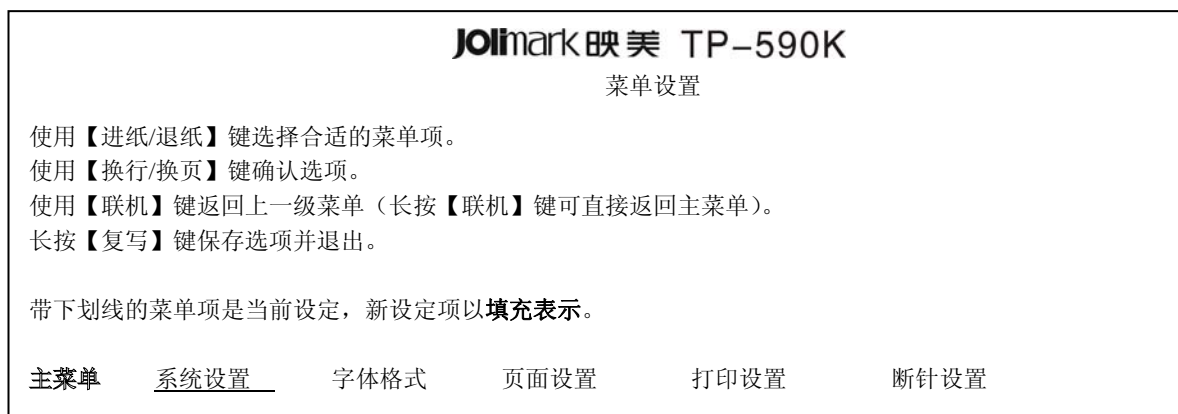

图 4-4 进入菜单设定打印示例
- 首先打印出标题和主菜单（如图 4-4 所示），有下划线的选项是当前的缺省选项。打印头就停留在当前缺省选项下方。